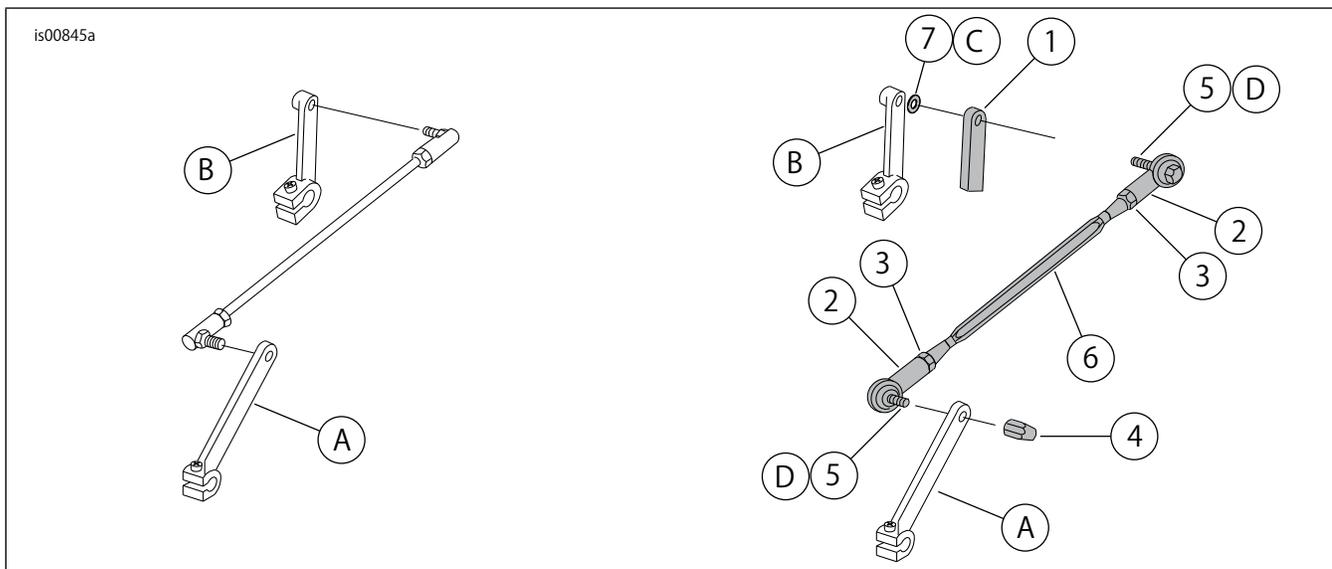

図1。交換用パーツ：シフターリンケージ
キット内容の一覧については図1を参照してください。
以降のステップで記載する数字はすべて図1および表4を参照しています。
5. 1999年およびそれ以降のFLHT、FLHRおよびFXDWGモデルでは、図1に示すとおり、シフターレバーの外側にロッドエンドを配置し、スレッドロッカーをもう1つのキャップスクリュー(5)のねじ山に塗布してから、シフターロッド(6)の前方をスクリュー(5)とエイコーンナット(4)を使用してシフターレバーに取り付けます(エイコーンナットの向きは外側)。エイコーンナット(4)を固定します。締め付けます。
注記	キットに含まれる品目は図1で網掛け表示されています。